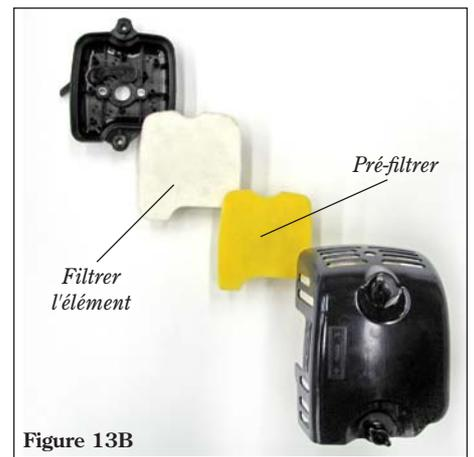

Figure 13B
2. Inspecter l'air l'élément plus propre. Si l'élément est endommagé ou est déformé, le remplace avec un nouveau l'un. Voir figure 13B.
4. Contrôler l'élément du filtre à air. En cas d'usure excessive de cet élément, le remplacer. Voir figure 13B.